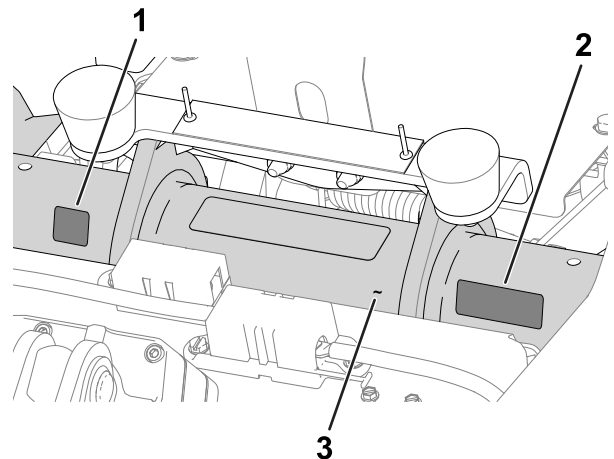

Bild 13
- **Herstellungsjahr-Aufkleber** und **CE-Kennzeichnungsaufkleber**: die Aufkleber am Rahmenrohr unter dem Sitz und dem Seriennummernschild aufbringen; siehe Bild 13.